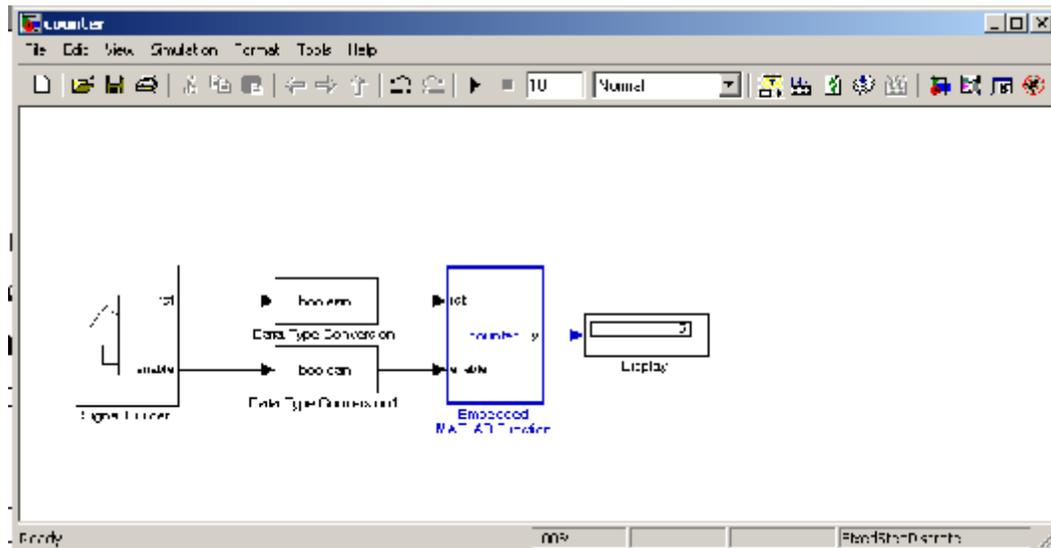

Рисунок 21 – Вид диаграммы модели, использующей Embedded MatLab function блок
11. Соедините блоки сигналами так, чтобы диаграмма модели выглядела как на рис. 21.